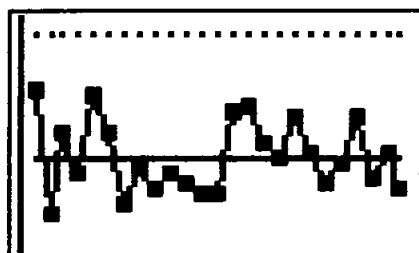

図7 上方管理限界とxの管理図
①教師が作成したデモプログラムにより図7に示す上方管理限界とxの管理図,下方管理限界とxの管理図,Rの管理図を順に表示させる。
②次に、与えた表のデータを各自で入力させ、グラフの設定を行わせx-R管理図を作成させる。